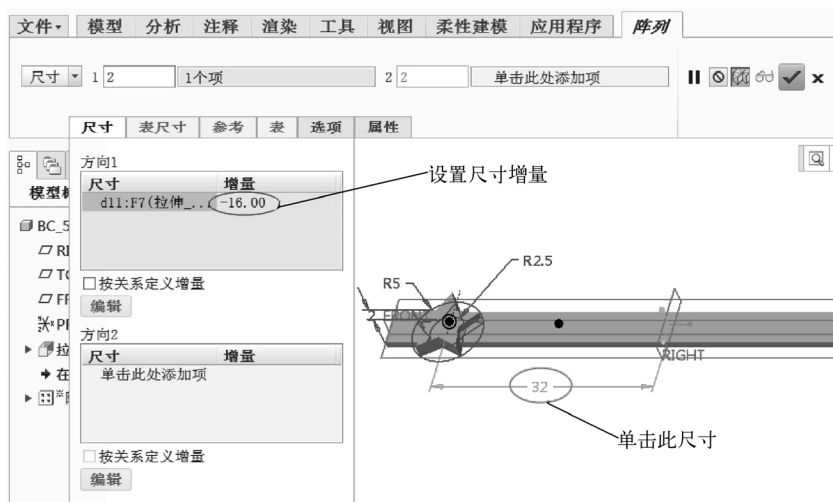

图 5-49 设置方向 1 的尺寸变量及其增量
5) 打开“尺寸”面板。在模型窗口中单击所选特征显示数值为“32”的距离尺寸，然后将其“增量”设置为“-16”，如图 5-49 所示。